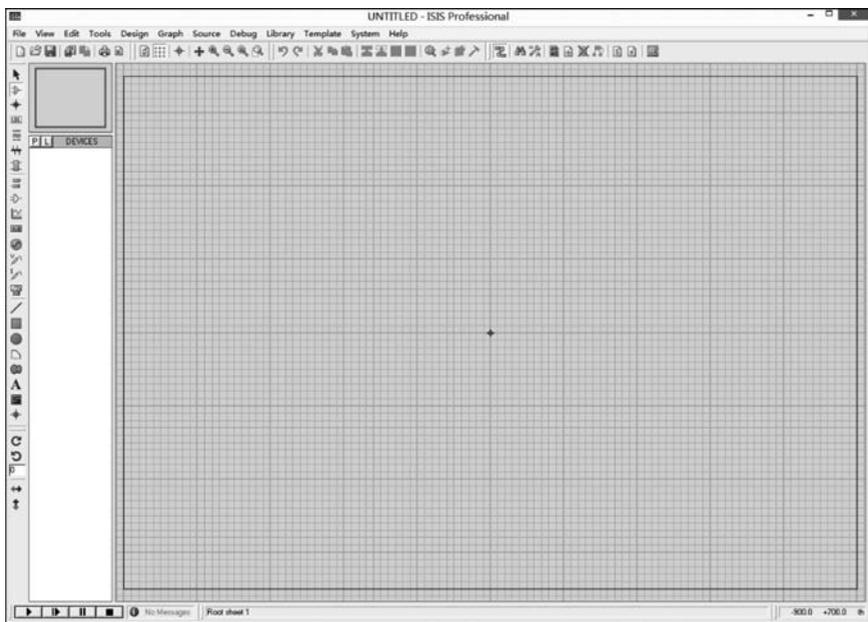

图 5-16 Proteus ISIS 窗口
(1) Proteus ISIS 软件打开后,系统默认新建一个名为 UNTITLED 的未存盘的原理图文件,如图 5-16 所示。执行 File 菜单下的 Save 命令或者 Save as 命令,可以对该文件进行存盘,默认扩展名。为了使用方便,通常与 Keil μ Vision 编写的程序放在同一文件夹中。